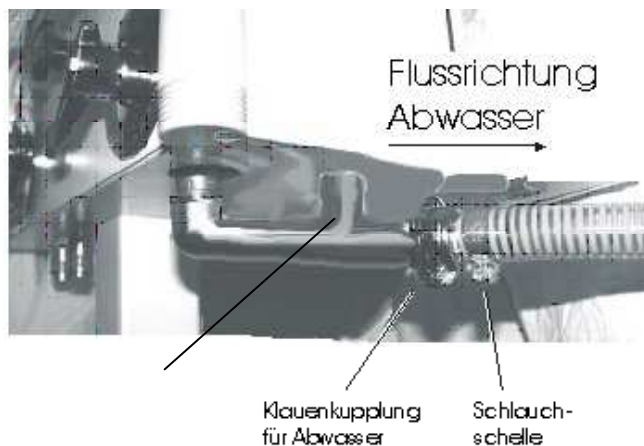

Abb. 5 Abwasseranschluss
- Die Klauenkupplung für Abwasser bis zum Anschlag drehen, siehe Abb. 5.